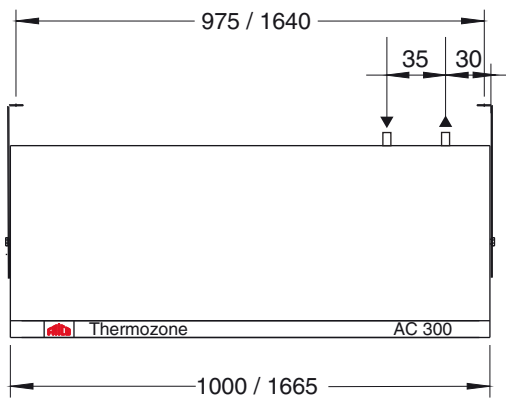

Fig. 1
Воздух забирается в верхней и нижней части фронтальной панели (см. рис.1) и выдувается с большой скоростью вдоль створа ворот, предотвращая перетечки воздуха через открытый проем. Крепежные элементы позволяют поворачивать завесу с тем, чтобы направить поток воздуха под нужным углом, в зависимости от разности давлений, температур и ветровой нагрузки. Скорость потока воздуха может регулироваться пультом управления скоростью (ACR304 или ACR3042), имеющим четыре положения.
- Вначале разметьте место на стене или на потолке, установите консоли и подвесьте аппараты воздушной завесы (рис. 1). Минимальное расстояние от верха завесы до потолка для подсоединения гибких подводок - 200мм. При креплении скоб непосредственно к потолку для подсоединения гибких подводок необходимо применение угловых переходников.